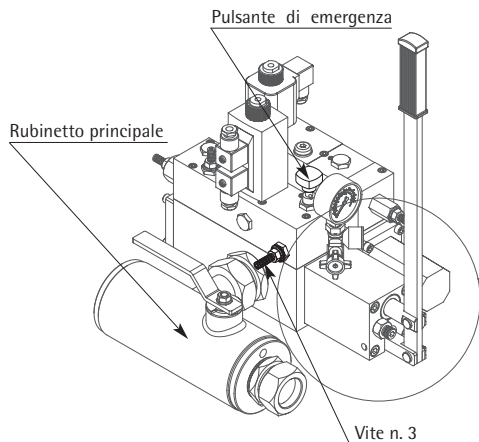

Fig. 26 Taratura contropressione stelo
- Per tarare la contropressione procedere come segue (vedi Fig. 26):